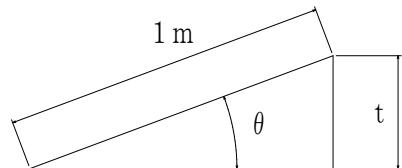

図 2. 高さ寸法の求め方
- ① 測定対象のワークに本器を載せます。
- ② ダイヤルツマミを回して横気泡管が目盛線の中心に合うように調整します。
- ③ 傾斜角度と高さとの関係は、図 2 および以下の計算式に従って求めることができます。